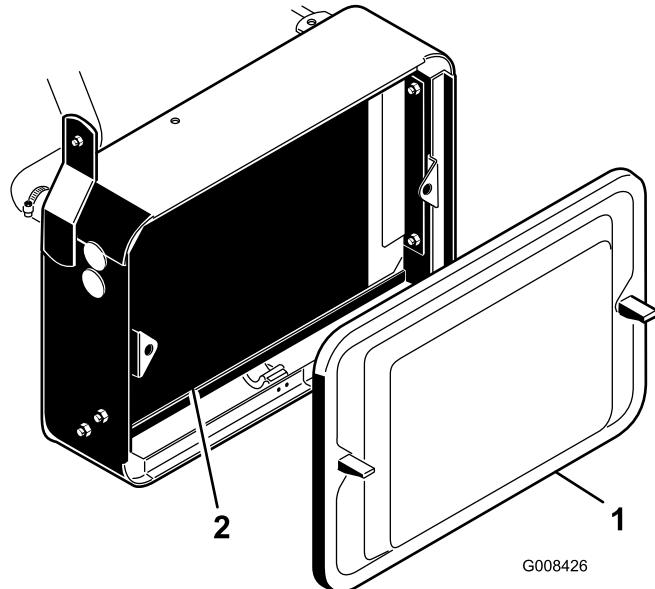

Figura 52
- Retire la rejilla del radiador (Figura 52).